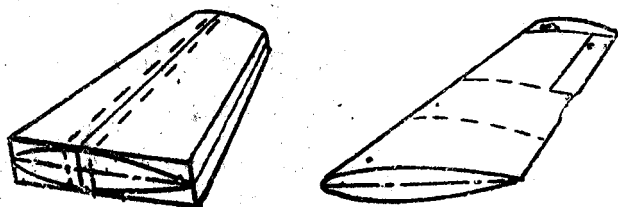

图 9
(3) 按照三面图中所示翼型形状将机翼鋸出所需翼型，并用硬紙作出样板检查（见图9）。翼尖安平面图上形状做出。做完后，用砂紙打磨光滑。
(4) 在机翼上挖制輪艙。不挖也可，可用較鈍的刀在机翼上画出輪艙的輪廓綫，同样，作出襟翼和副翼的外形輪廓綫。